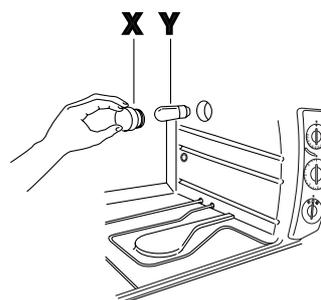

fig. 13
- Desenrosque el cristal de protección (X) dándole vueltas en el sentido contrario de las agujas del reloj y sustituya la lámpara (Y) con otra similar (consulte la fig. 13). Enrosque de nuevo el cristal de protección (X).